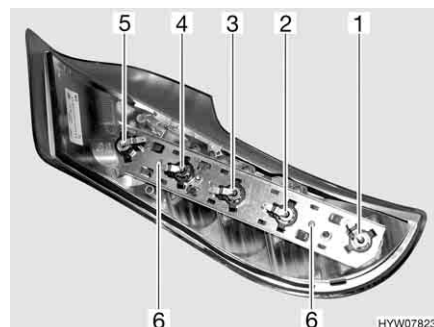

Fig. 187 Luci posteriori (lato posteriore)
- Svitare le due viti Torx (Fig. 187,6) del listello di supporto poste sul lato posteriore dell'involucro.